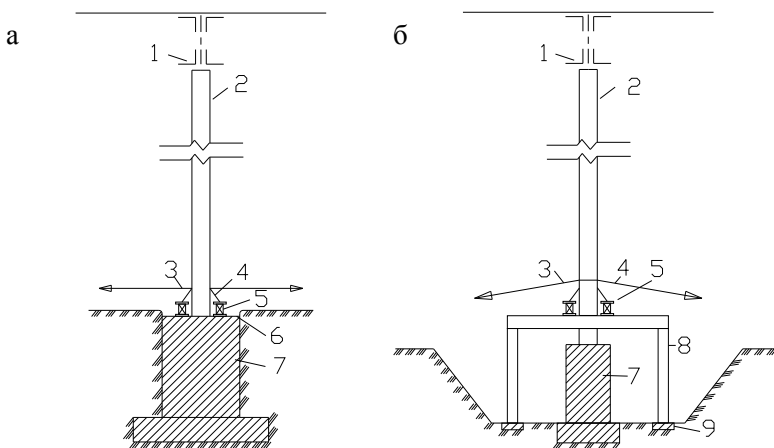

Рисунок 1 – Схеми вивішування колон:
**Завдання.** Навести склад та послідовність робіт при вивішуванні металевих колон за допомогою гідравлічних домкратів і низьких порталів (рис. 1), а також технологію їх виконання. Розробити схеми організації робочих місць на окремі види робіт (за вказанням викладача).